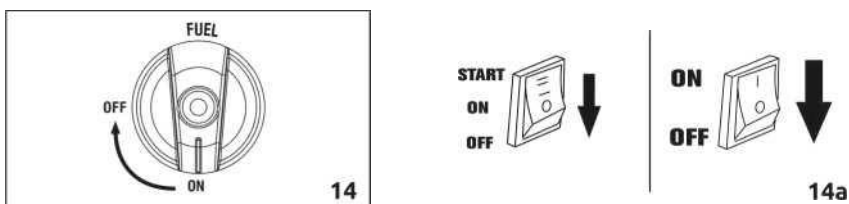

Рисунок 14 - Остановка двигателя
- Переведите клапан топлива в положение OEE (рис. 14).
- Для остановки двигателя, переведите тумблер в положение 8ТОР (рис. 14а).